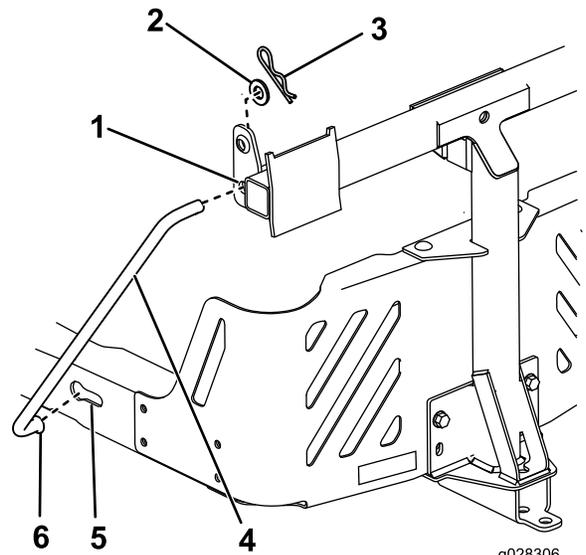

Bild 14
5. Setzen Sie das gebogene, flache Ende einer Stange in den verkeilter Schlitz an der linken Seite des Maschinenrahmens ein und bewegen die Stange nach hinten, damit sie im Rahmen sitzt (**Bild 14**).
6. Setzen Sie die gebogenen Enden der Stangen in die Anbaugeräbefestigung ein, wie in **Bild 14** abgebildet, und befestigen Sie das Ende jeder Stange mit einer Scheibe und einem Splint.